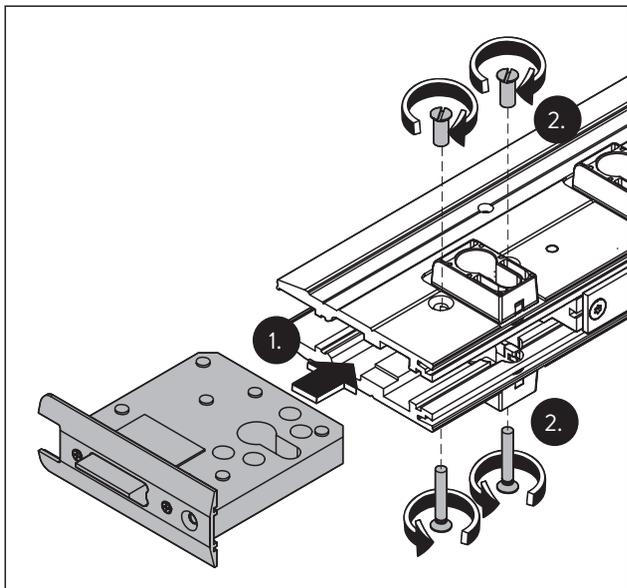

Fig. 13 Rimontare la serratura a scrocco
4. Posizionare la serratura a scrocco nella guida (Fig. 13/1) e fissarla con le viti e le guaine (Fig. 13/2).